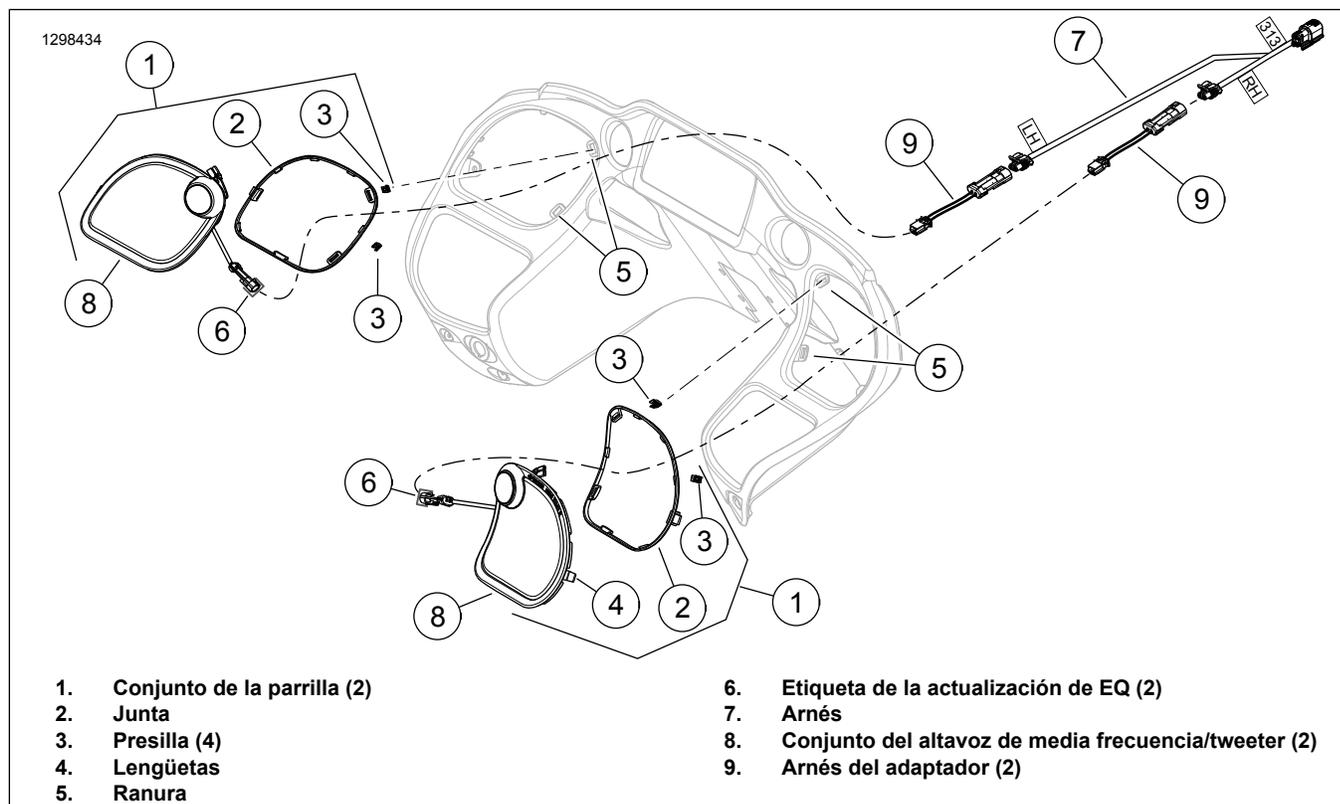
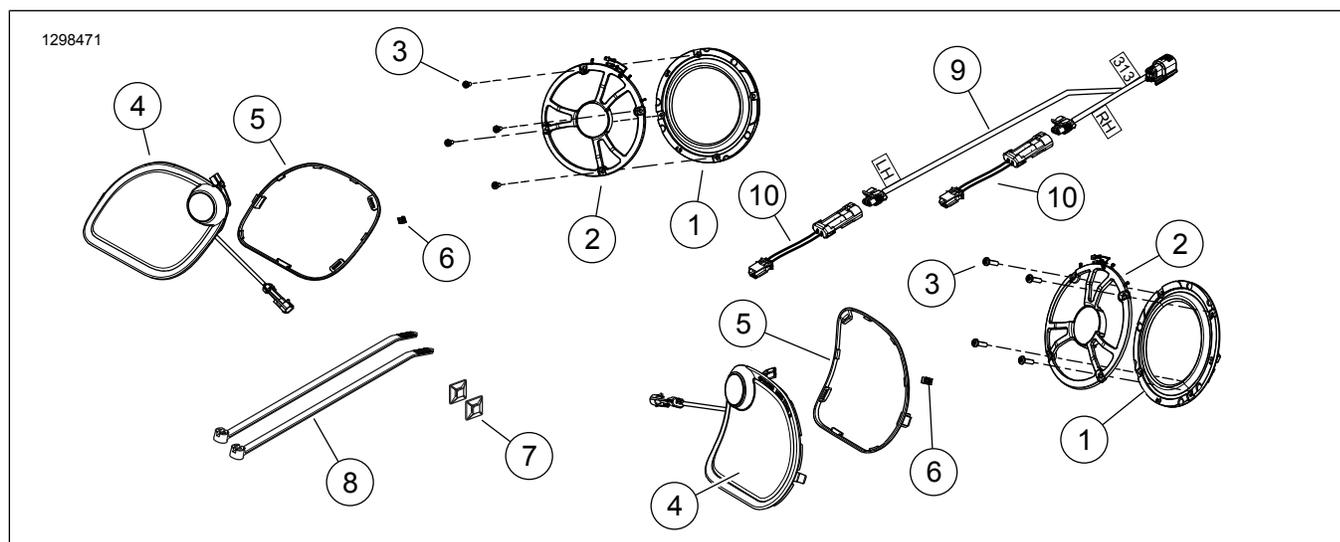

Figura 2. Media frecuencia/tweeter del altavoz y parrilla
Figura 4. Piezas de recambio, kit de altavoz del fuselaje BOOM! Audio Stage II (FLTR)
Consulte Figura 4 y Tabla 1 .
5. Vea Figura 2 . Instale el conjunto de la parrilla (1):
- b. Verifique que la junta de goma (2) esté en su lugar alrededor del perímetro de la parrilla. Compruebe que las dos presillas (3) estén en su lugar en las lengüetas de la parrilla (4). Reemplace los componentes si están dañados o faltan.
- d. Vincule la lengüeta (4) al lado externo de la apertura del altavoz.
- e. Vincule las presillas de retención de la parrilla en las ranuras (5).
7. Vea Figura 2 . **TODOS los modelos:** coloque el arnés (7) dentro del fuselaje interior.
8. **Todos los modelos excepto FLTRUSE:** conecte el conector del **casquillo** Molex de cuatro vías [313B] del arnés tipo "Y" al **casquillo** de salida del altavoz trasero del arnés del amplificador [313]. **Modelos FLTRUSE models:** conecte el conector del **casquillo** Molex de cuatro vías [313B] del arnés tipo "Y" (4) al **casquillo** de salida del altavoz trasero del arnés del amplificador [162B].
Se necesita el arnés del adaptador (9) Figura 2 o el arnés del adaptador (10) Figura 4 para la generación de altavoces identificados en este kit, pero puede que no se necesiten en todos los modelos. Algunas combinaciones de altavoz y arnés pueden tener conexiones de arnés que sean diferentes. Use el adaptador (69200925) para resolver la conexión.
9. Vea Figura 4 . Añada el arnés del adaptador (10) del kit.
10. Vea Figura 2 . Conecte el arnés del adaptador al arnés (7).